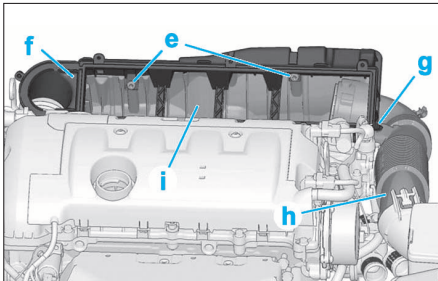

FIG. 33B
- Déposer les fixations (e) et boîtier filtre à air (f) (Fig.33B).